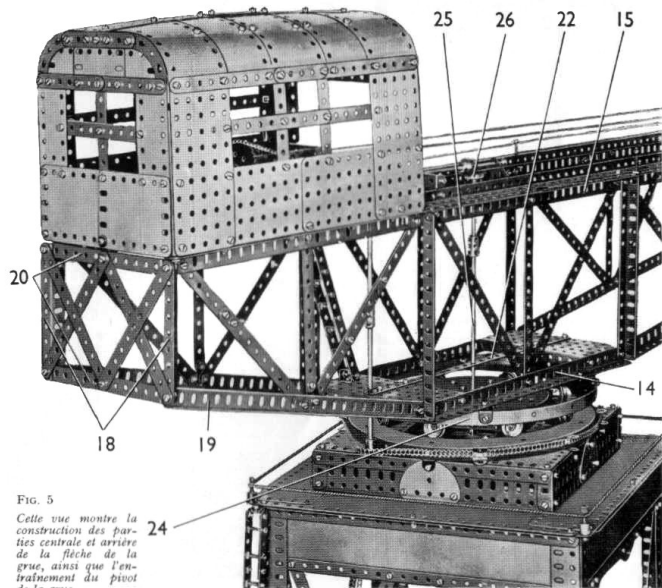
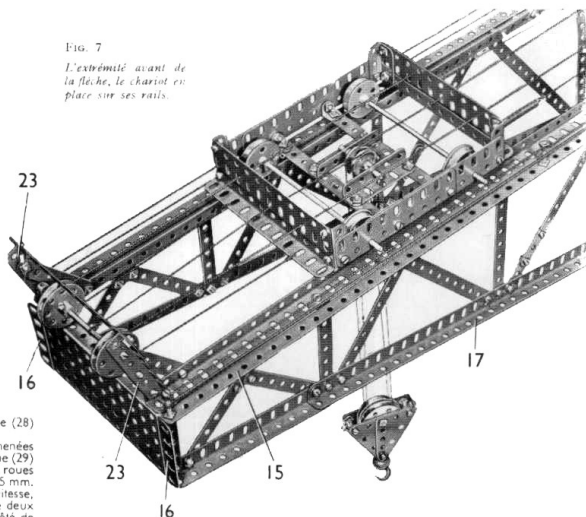

Fig. 5
Fig. 7
La partie centrale de chaque longeron principal de la flèche est constituée par une cornière de 25 trous (14) (fig. 5) qui porte à chaque extrémité une cornière de 15 trous verticale, et au centre une bande de 15 trous. Les cornières et la bande de 15 trous sont réunies au sommet par une poutrelle (15) faite d'une cornière de 49 trous qui recouvre une cornière de 37 trous sur trois trous, tandis qu'une autre cornière de 37 trous recouvre la première sur 13 trous. À l'avant, une cornière de 5 trous (16) (fig. 7) est boulonnée sur la poutrelle (15) et elle est réunie à la cornière (14) par une poutrelle (17) faite d'une cornière de 49 trous et d'une de 11 trous qui se recouvrent sur un trou, et qui est réunie à l'avant de la cornière (14) par un support plat. Une cornière de 9 trous (18) est fixée à l'extrémité arrière de la poutrelle (15), et à son extrémité inférieure est boulonnée une cornière de 25 trous (19). Cette dernière est réunie à l'extrémité arrière de la cornière (14) par un support plat. Les longerons principaux de la flèche sont réunis à l'arrière par deux bandes coupées de 140x12 mm. (20), et deux plaques à rebords de 14x6 cm. sont boulonnées entre les extrémités des cornières (14). À l'avant, une plaque à rebords de 14x6 cm. est fixée entre les cornières (16). Quatre plaques sans rebords de 14x9 cm. sont fixées ensemble par paires par leurs grands côtés, et sont montées aux extrémités arrière des poutrelles (15) de façon à former le plancher de la cabine.
et une de 11,5 cm, réunies par un accouplement. Cet axe passe dans une bande (42) faite d'une bande de 11 trous et d'une de 9 trous boulonnées l'une sur l'autre, et dans l'une des plaques à rebords de 14 x 6 cm, fixées entre les cornières (14). L'axe porte à son extrémité inférieure une roue de chaîne de 18 dents reliée par une chaîne Galle à la couronne de 25 cm, (8) comme le montre la figure 5.
La partie inférieure du côté de la cabine qui apparaît sur la figure 5 est constituée par deux plaques sans rebords de 11,5 x 6 cm, et par une plaque sans rebords de 14 x 6 cm, placée verticalement à chaque extrémité. Les plaques verticales sont réunies au sommet par deux bandes de 11 trous et une de 5 trous. Le côté qui apparaît sur la figure 1 est constitué par deux plaques sans rebords de 14 x 6 cm, et par une plaque sans rebords de 8 x 6 cm, tandis qu'une plaque flexible de 14 x 4 cm, est placée verticalement à chaque extré-